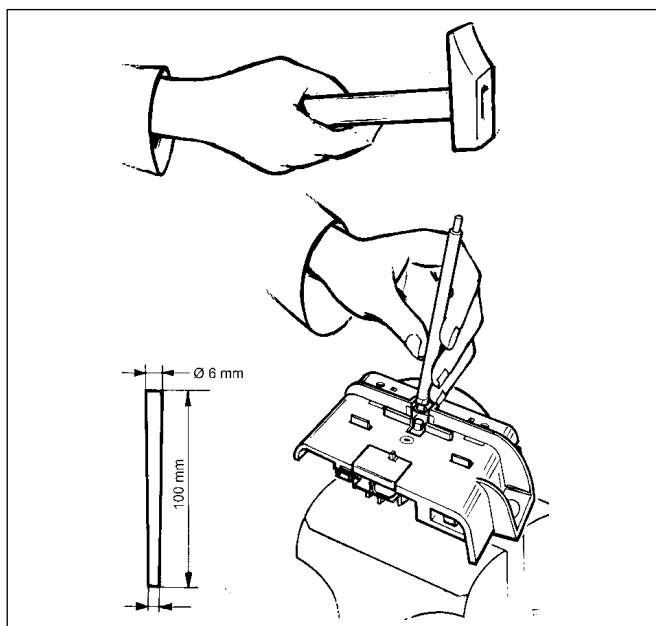

Abb. 21
- Entfernen Sie als nächstes den Kegelstift wie in Abb. 21 dargestellt.